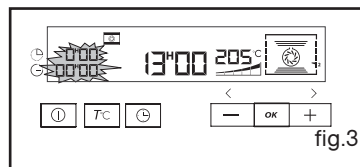

fig.3
L'affichage ne clignote plus (fig.3).
Il vous est cependant possible d'ajuster la température en appuyant sur la touche **TC** située sous l'afficheur (fig.3).
- l'indicateur de durée de cuisson et 0:00 clignotent (fig.3),